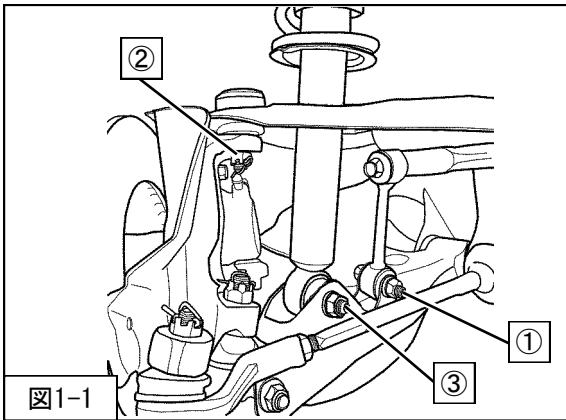

図1-1
2. ①スタビライザリンク取付ボルト・ナットを取外してください。(図1-1)
3. ②割ピン・アッパーアームジョイントナットを取外し、アッパーアーム・ボールジョイントをステアリングナックルから切り離してください。(図1-1)
4. ③フロントサスペンションASSYロア取付ボルト・ナットを取外してください。(図1-1)